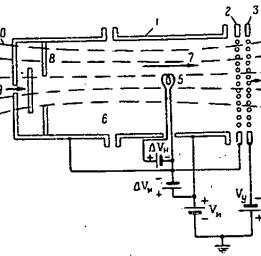

Рис. 1. Принципиальная схема ионного двигателя.
полиэфир или платина. Атомы кислорода или рубина имеют низкий потенциал ионизации, а полимер или платина в нагретом состоянии обладают большой ионизационной способностью. Кроме того, ионизация может происходить вследствие бомбардировки атомов рабочего тела электронами. В коллоидных двигателях ускоряются частицы более крупные, чем ионы, но не превышающие 1 микрона. На рис. 1 приведена принципиальная схема ионного двигателя. В качестве рабочего тела используют пары ртути. Ионизация этих паров, входящих в сопротивление (9), достигается путем бомбардировки этих паров быстрыми электронами (20–100 эв). Ионизационный поток накала (5) Сотка накала (2), расположенный (8) и отрицательный конец накала имеют одинаковый потенциал и поэтому перемещение электронов вдоль оси ионной камеры не происходит. Параллельно оси камеры создается магнитное поле (10), препятствующее проникновению быстрых электронов к стеклу камеры до их столкновения с частицами рабочего тела. Часть образовавшихся в результате этого столкновения ионов проходит через сетку ионной камеры (2) и ускоренная электродами (3), образует пучок (4). Вылетающий из ионной камеры (6) поток ионов создает резистивную тягу.